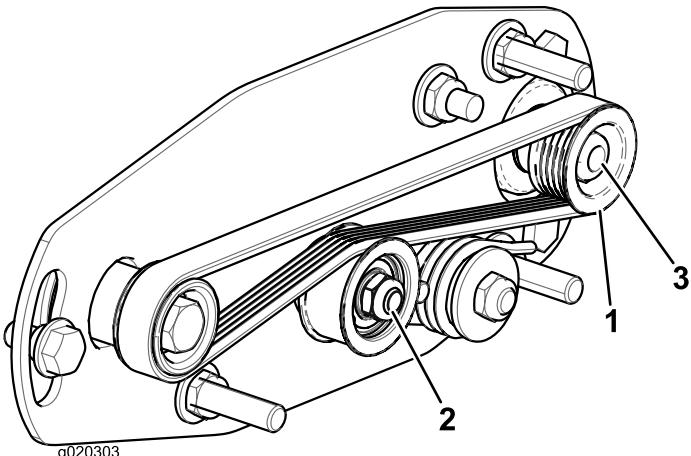
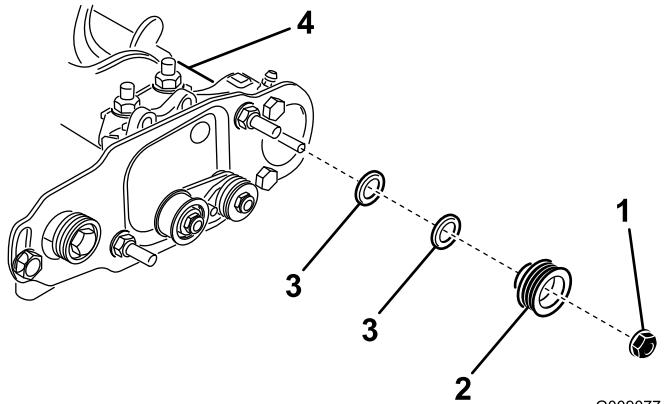

Bild 21
Bild 22
1. Die Antriebscheibe (an der Rollenbürstenwelle) kann nach innen und außen bewegt werden (Bild 21).
2. Drehen Sie die Spindel, die die Antriebscheibe dreht, und drücken Sie gleichzeitig den Riemen von der Antriebscheibe (Bild 21).
3. Entfernen Sie die Sicherungsmutter, mit der die Antriebsriemenscheibe an der Bürstenwelle befestigt ist (Bild 21 oder Bild 22).
4. Nehmen Sie die Antriebscheibe von der Welle (Bild 22).
5. Wenn die Scheibe nach außen bewegt werden muss, legen Sie eine 0,8 mm dicke Scheibe auf (Bild 22).